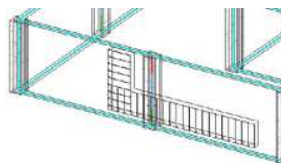

图 13-72 路径钢筋 (1)
(5) 单击“修改 | 创建钢筋路径”选项卡“模式”面板中的“完成编辑模式”按钮，如图 13-72 所示。